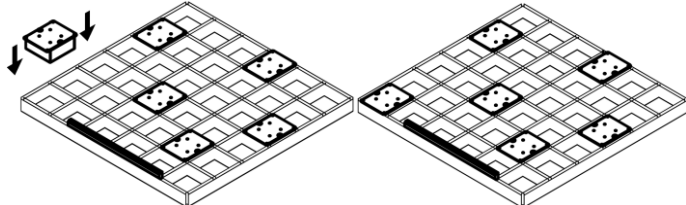

Рисунок 4 — Пример установки комплекта светильников в потолок Грильято (провода не показаны).
- 5.4. Смонтируйте светильник в конструкции потолка (см. рисунок 4). Блок питания нужно установить вдоль направляющих конструкции потолка, надежно закрепив его на конструкции.